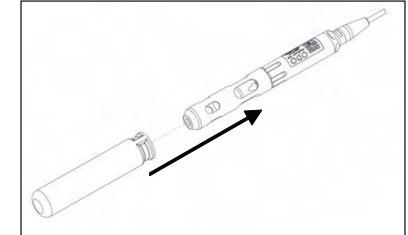

Abbildung 5
5. Schieben Sie die Kalibrier-/Aufbewahrungshülse über den Messfühlerschutz, um den Messfühler zur Aufbewahrung oder Kalibrierung in einer feuchten Atmosphäre zu halten (Abbildung 5). Es ist wichtig, den Sensor immer in einer feuchten Umgebung zu halten, damit die Sensorkappe nicht austrocknet (weitere Informationen entnehmen Sie bitte dem Abschnitt „Pflege, Wartung und Aufbewahrung“.)